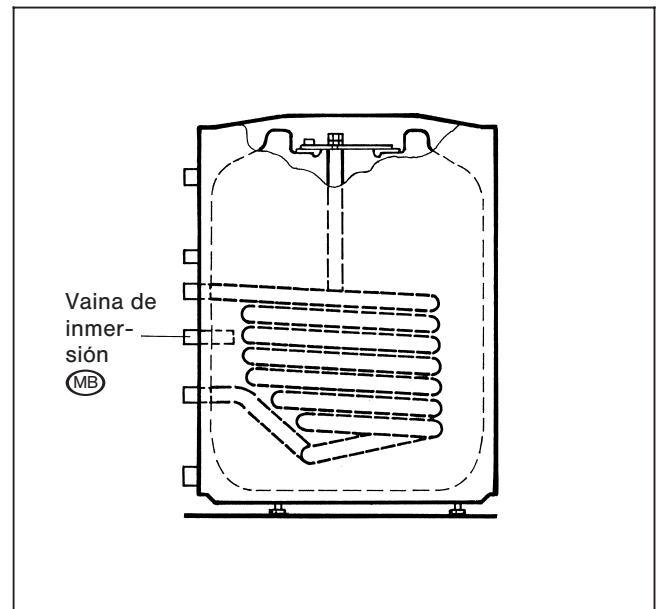

Fig. 7
- Montar la sonda en la vaina de inmersión (MB) en el lado trasero del acumulador (fig. 7).